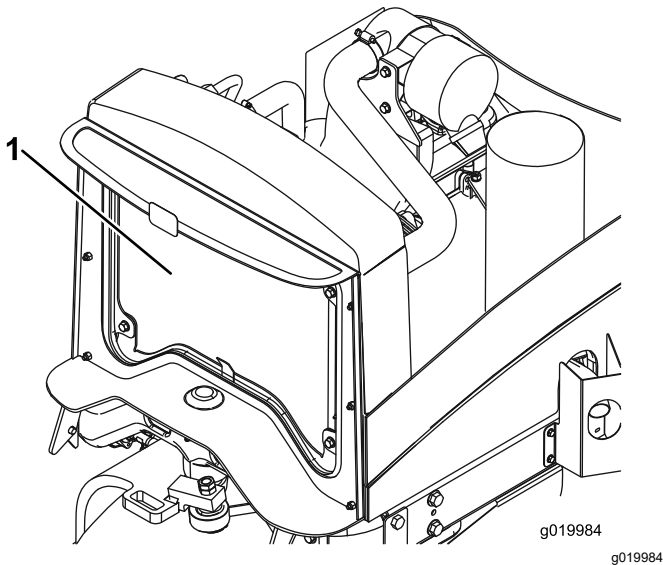

Bild 62
4. Reinigen Sie beide Seiten des Kühlers gründlich mit Druckluft (**Bild 62**).